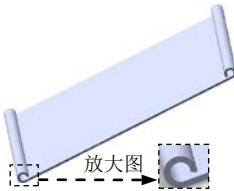
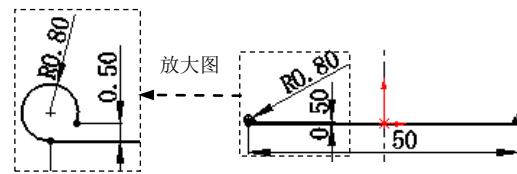

图 5.2 基体一法兰 1
图 5.3 横断面草图
Step2. 创建图 5.2 所示的钣金基础特征——基体一法兰 1。
(1) 选择命令。选择下拉菜单 **插入(I)** → **钣金(B)** → **基体法兰(A)...** 命令(或单击“钣金”工具栏上的“基体法兰/薄片”按钮 )。
(2) 定义特征的横断面草图。
① 定义草图平面。选取前视基准面作为草图平面。
② 定义横断面草图。在草图环境中绘制图 5.3 所示的横断面草图。
③ 选择下拉菜单 **插入(I)** → **退出草图** 命令，退出草图环境，此时系统弹出“基体法兰”对话框。
(3) 定义钣金参数属性。
① 定义深度类型和深度值。在 **方向1** 区域的  下拉列表中选取 **两侧对称** 选项，在  文本框中输入深度 30.0。
② 定义钣金参数。在 **钣金参数(S)** 区域的  文本框中输入厚度 0.5，在  文本框中输入圆角半径 0.2。
③ 定义钣金折弯系数。在 **折弯系数(A)** 区域的下拉列表中选择 **K 因子** 选项，把文本框 **K** 的因子系数改为 0.4。
④ 定义钣金自动切释放槽类型。在 **自动切释放槽(I)** 区域的下拉列表中选择 **矩形** 选项，选中 **使用释放槽比例(A)** 复选框，在 **比例(I):** 文本框中输入比例系数 0.5。
(4) 单击 按钮，完成基体一法兰 1 的创建。